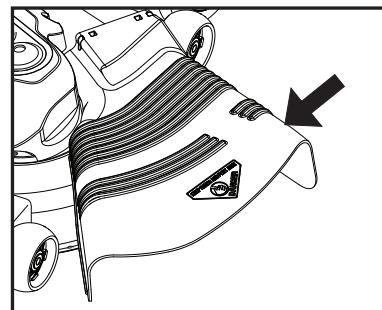

Fig. 14
**CUIDADO:** Não utilize a roçadeira sem instalar o coletor de grama completo (de acordo com a roçadeira) ou o anteparo defletor. (Veja Fig. 14)